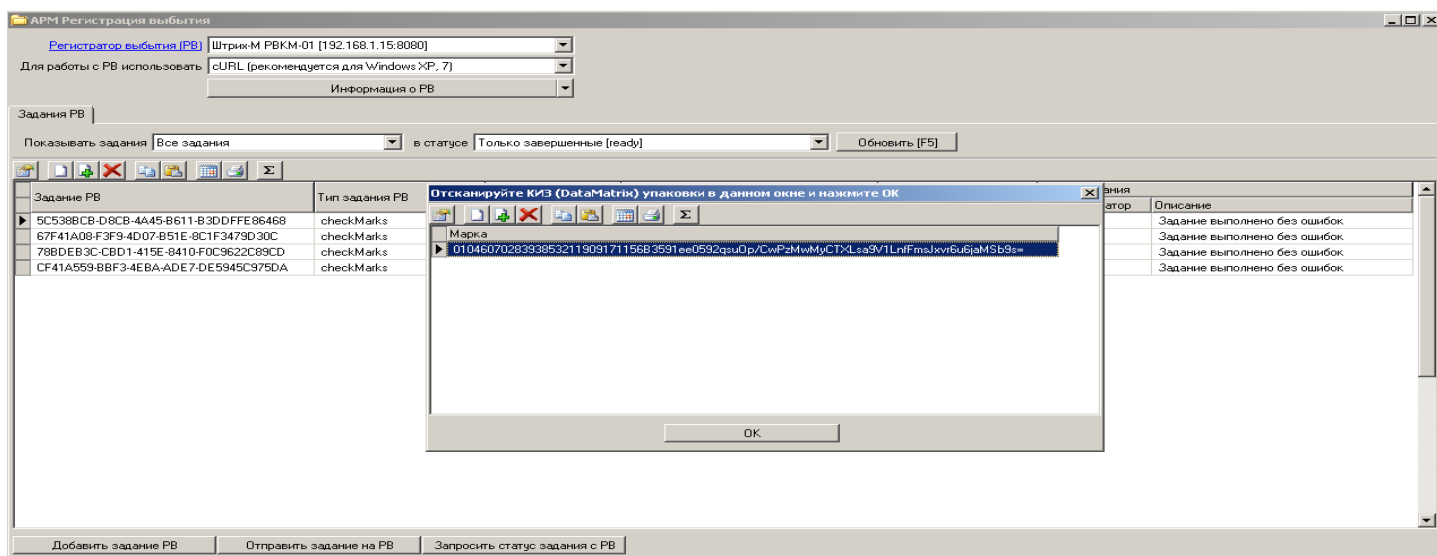

Рис.7
8. Помимо отправки заданий на выбытие ЛП из оборота, модуль «АРМ РВ» позволяет так же добавлять новые задания типа «Проверка кода маркировки». Для добавления задания необходимо нажать кнопку «Добавить задание РВ». Появится окно, показанное на Рис.7.